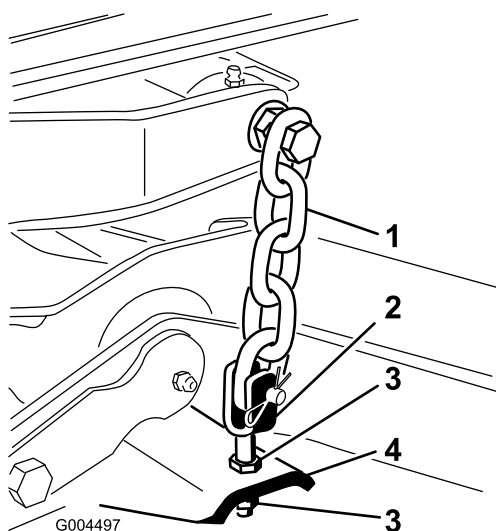

Bild 5
8. Stellen Sie die Klemmmuttern ein, mit denen die Mähwerkabeln bzw. -ketten am Mähwerk befestigt sind, bis das Mähwerk nivelliert ist (Bild 5).
7. Stellen Sie die Klemmmuttern ein, mit denen die hinteren Joche bzw. Ketten des Mähwerks (Bild 5) befestigt sind, um das Mähwerk hinten anzuheben, sodass die Messerneigung auf 8 mm bis 11 mm eingestellt ist.